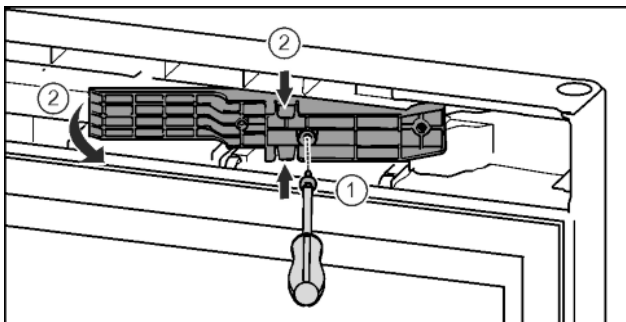

Fig. 16*
- ▶ Con il cacciavite T15 svitare le viti.* Fig. 16 (1)
- ▶ Estrarre l'adattatore.* Fig. 16 (2)